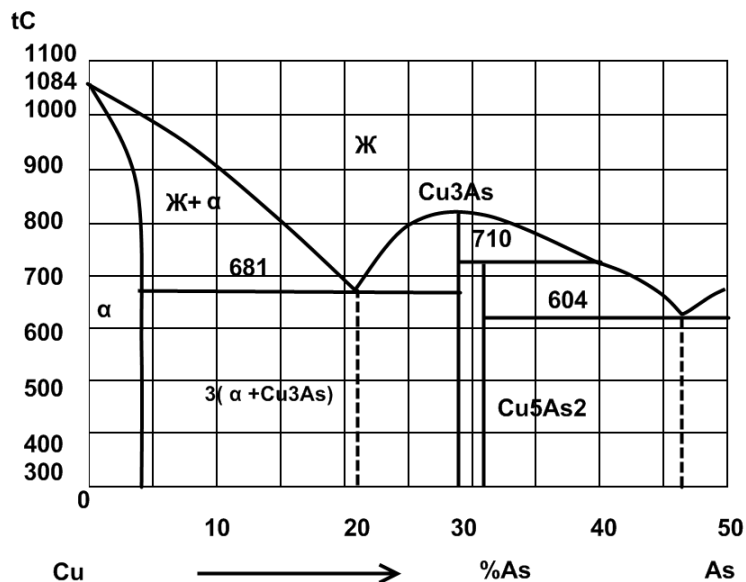

Рис. 6. Диаграмма состояния медь – мышьяк (Cu – As)
2. Вычертите диаграмму состояния системы медь – мышьяк (Cu – As). Опишите взаимодействие компонентов в жидком и твердом состояниях, укажите структурные составляющие во всех областях диаграммы состояния и объясните характер изменения свойств сплавов в данной системе с помощью правил Курнакова (рис. 6).